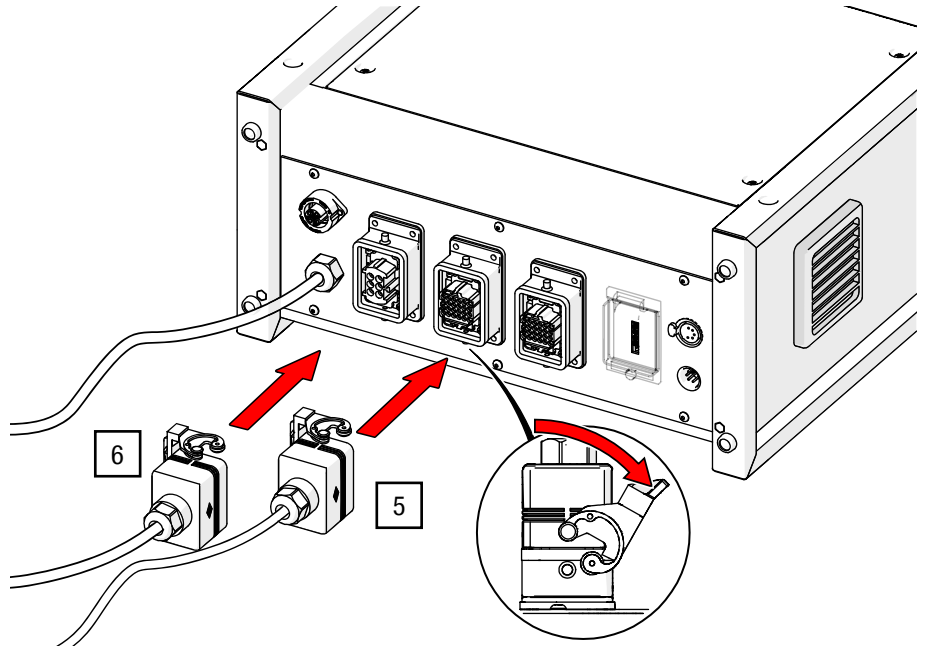

Abb. 24: G-FRAME 54 – Strom- und Steuerkabel der Rollbildleinwand anschließen
5. Stecken Sie das 25 m lange Stromkabel in die mit 1XS1 gekennzeichnete Buchse an der Rückseite der Steuerung und verriegeln Sie den Steckverbinder mit dem Bügel (siehe Abb. 24).
6. Stecken Sie das 25 m Steuerkabel in die mit 1XS2 markierte Buchse an der Rückseite der Steuerung und verriegeln Sie diese mit dem Bügel (siehe Abb. 24).